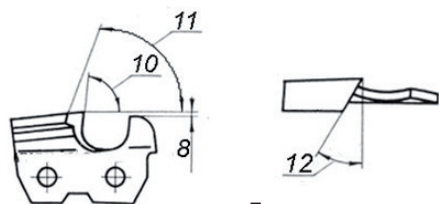

рис.3
-при заточке пильной цепи необходимо соблюдать основные параметры: угол заточки верхней грани (рис.3 поз.12), рабочий режущий угол (рис.3 поз.11), угол боковой грани (рис.3 поз.10) и высота ограничителя (рис.3 поз.8).